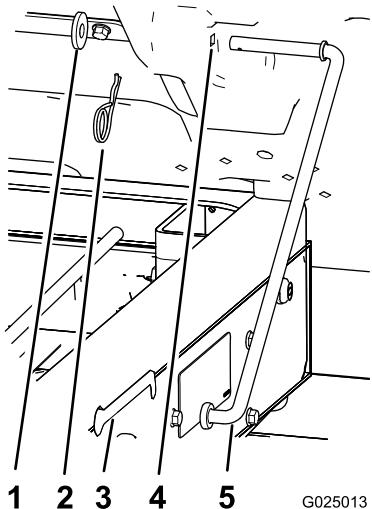

Figura 4
4. Retire el pasador y la arandela que sujetan la varilla de sujeción a la cara inferior de la plataforma (Figura 4).
5. Deslice la varilla de sujeción hacia adelante para retirarla del soporte del bastidor (Figura 4).